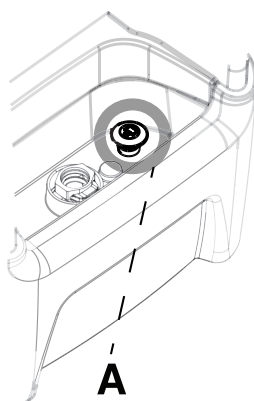

Figure 2-31 : Bouchon de purge
- Tirer le bouchon de purge du contrôleur vers le haut (Figure 2-31 à la page 2-47) pour ouvrir la purge.